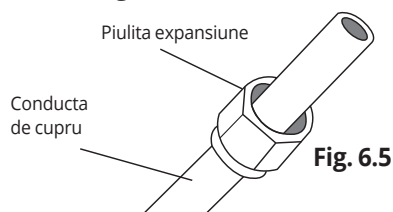

Fig. 6.5
3. Strapungeti peretele folosind un burghiu de 65mm (2.56") sau 90mm(3.54"). Asigurati-va ca strapungerea este facuta cu inclinare inferioara, pentru ca punctul de iesire sa fie mai jos decat punctul de intrare cu 12mm. Aceasta inclinare v-a asigura o scurgere mai eficienta a apei (vezi fig. 6.5). Introduceti tubul de protectie in interiorul strapungerii. Acesta va proteja marginile si va ajuta la sigilarea strapungerii atunci cand finalizati instalarea.